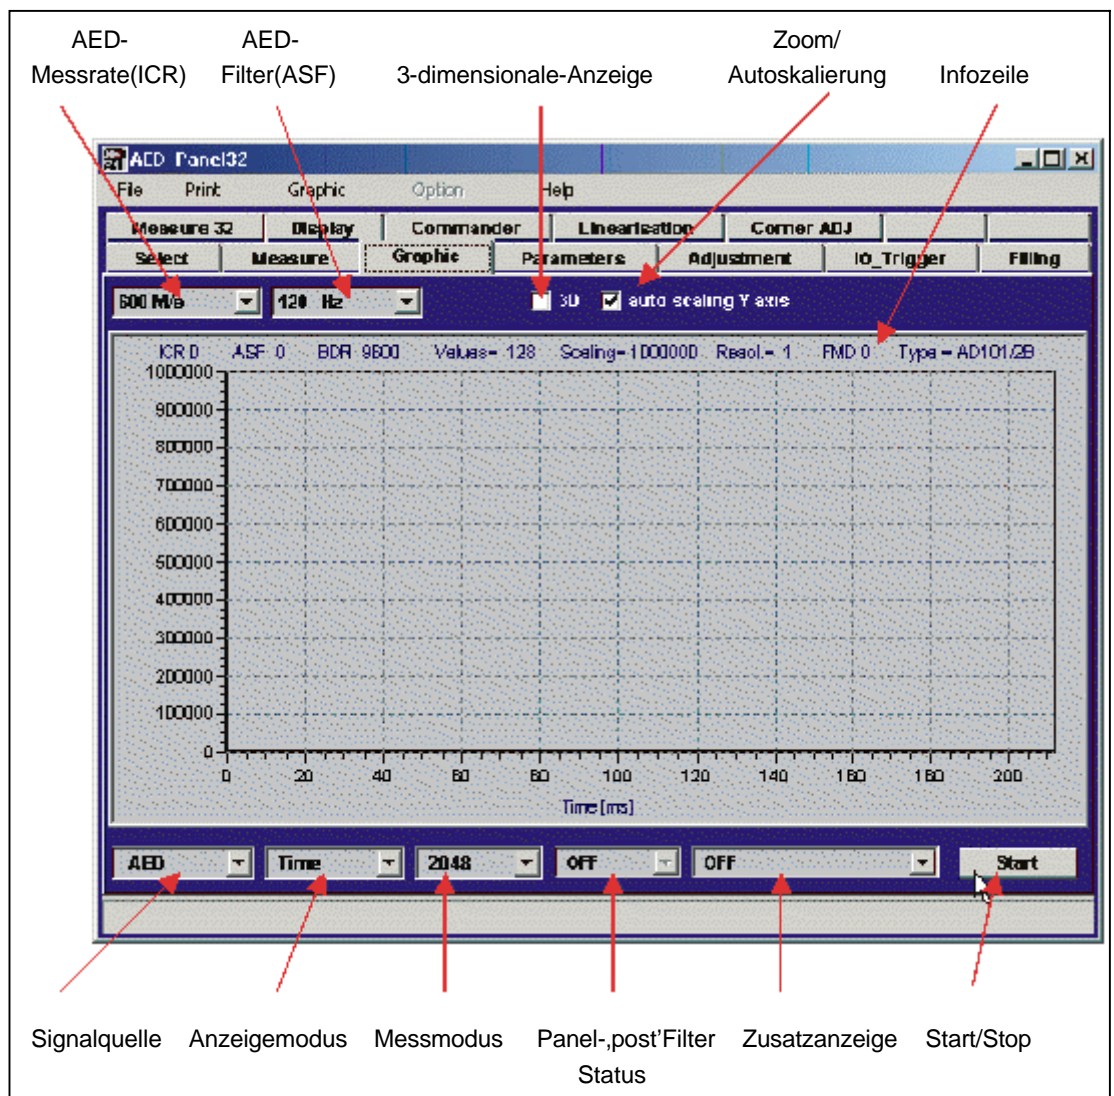

Abb. 2: Einstellungen im Grafikmenü Zeitmessung
Abbildung 2 zeigt das Grafikmenü vor dem Start einer Messung.
Grafik-Zusatzanzeige (Abbildung 2) :
- Umschalten Anzeigemodus (s. Abbildung 2) auf „Frequenz“